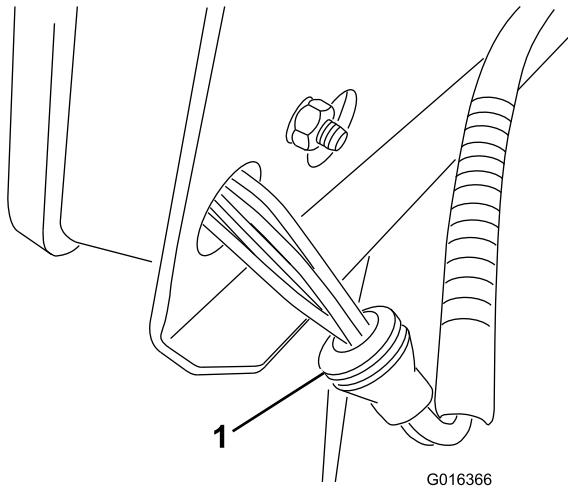

Figure 17
3. Passez les connecteurs dans les passe-câble individuels d'éclairage et poussez chaque passe-câble en place (Figure 17).